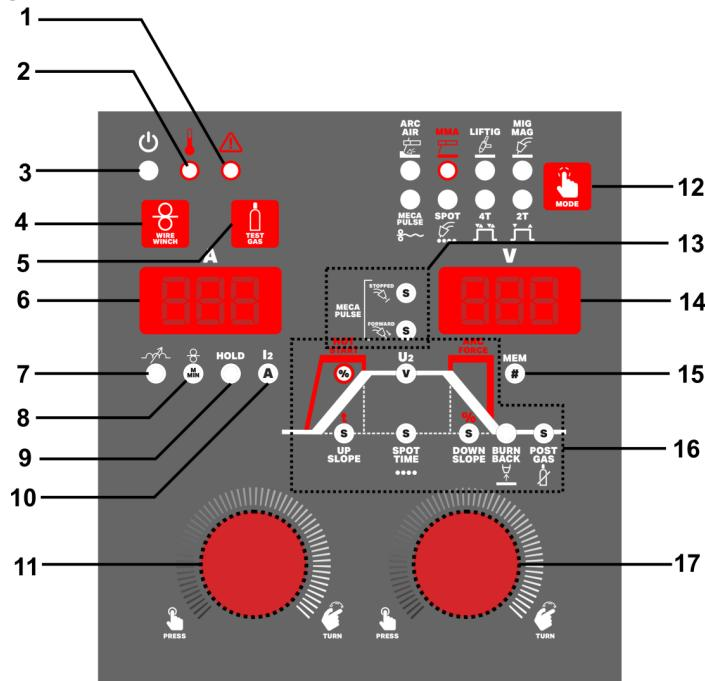
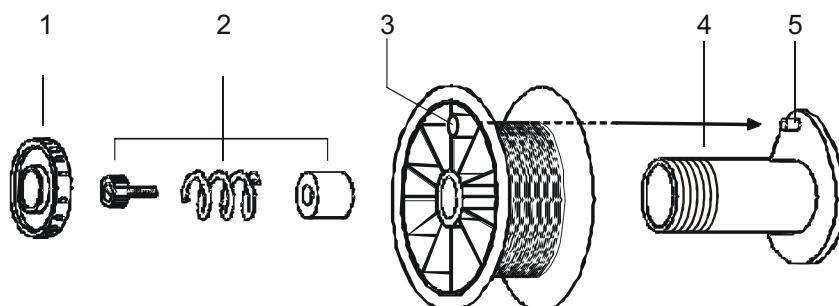

Fig. 1
Fig.2
- Dévisser l'écrou de serrage (1 - Fig.2) pour placer la bobine de fil sur le support de bobine de fil (4-fig.1). Confirmer que le système de freinage (2- Fig.2) est opérationnel, avec la broche (5- Fig.2) correctement insérée dans le trou de la bobine (3- Fig.2). Une fois la bobine de fil installée, serrer l'écrou.